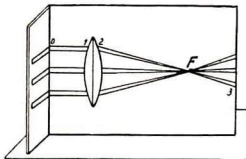
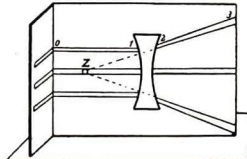

Abb. 255. Sammellinse
Abb. 256. Zerstreuungslinse
Zeige das Verhalten dieser Linsen gegen **Parallelstrahlen** durch den Postkartenversuch (Abb. 255 und Abb. 256)!
3. Als **Brennpunkt** einer Linse bezeichnet man jenen Punkt  $\bar{F}$ , in dem **parallel zur Achse** einfallende Strahlen nach der Brechung vereinigt werden. Die Abb. 255 und 256 lehren uns:
1. Ein parallel auftreffendes Strahlenbündel erfährt eine Zerstreuung vom Zerstreuungspunkt  $Z$  aus (vgl. Abb. 256).